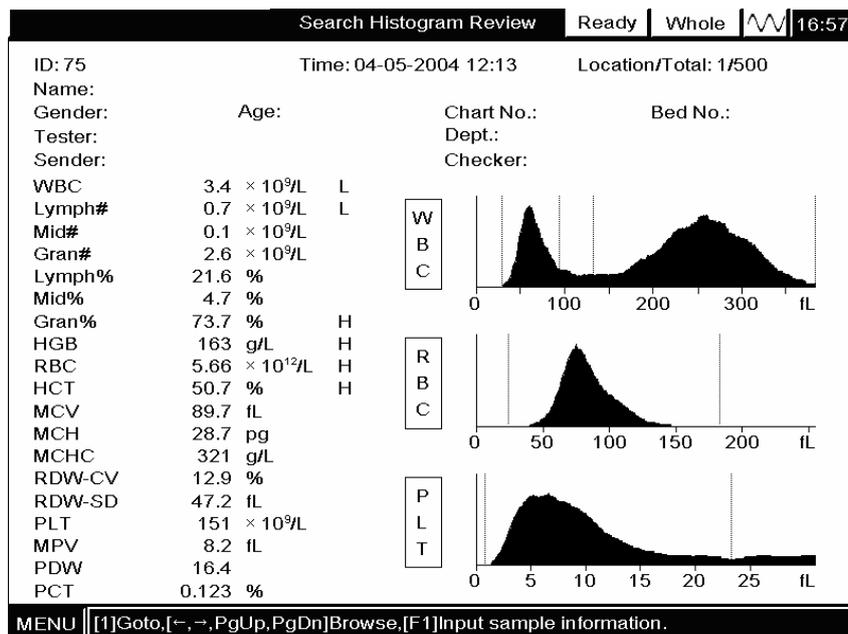

Abbildung 7-45 “Proben-Histogramm überprüfen”-Anzeige
**WÄHLEN** Sie **“Überprüfen → Suche überprüfen → Suche-Histogramm überprüfen” AUS** (Abbildung Abbildung 7-44), um die **“Suche-Histogramm überprüfen”**-Anzeige aufzurufen (Abbildung Abbildung 7-45). Die Probeninformation werden im oberen Bereich des Bildschirms angezeigt, gefolgt von den Parameterwerten und Histogrammen. Die Anzeige **“Position/Gesamt”** in der oberen rechten Ecke des Bildschirms gibt die Position des aktuellen Probenergebnisses sowie die Gesamtzahl der gespeicherten Probenergebnisse wieder.